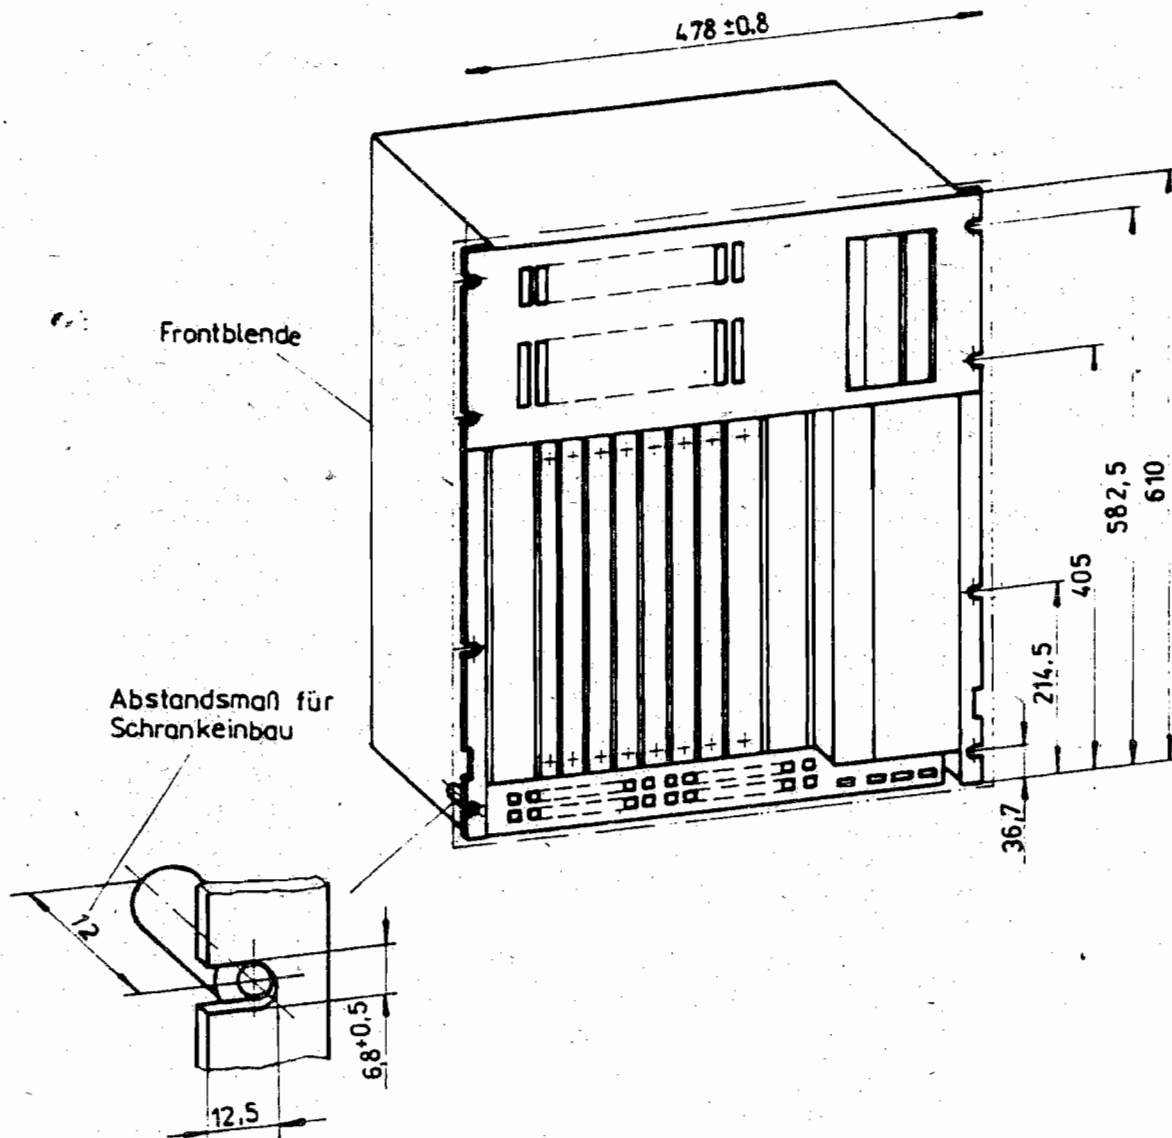

Bild 1-3 Einbau RVS K 1821 in Schrankgefäß
2. RVS K 1821 (Bild 1-3)
- . Die Befestigung des Rechnereinsatzes K 1821 muß über Abstandselemente von 12mm erfolgen. (Bild 1-3)